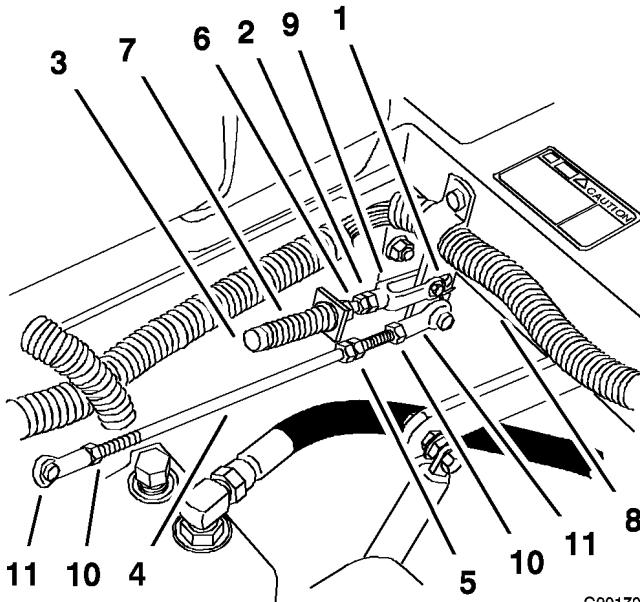

Figure 68
1. Desserrez les contre-écrous sur les rotules de la tige de commande de la pompe (Figure 68).
3. Réglez la longueur de la tige de pompe en tournant les doubles écrous dans le sens voulu, jusqu'à ce que la roue soit immobilisée ou tourne légèrement en marche arrière (Figure 68).
- Serrez les contre-écrous contre les rotules (Figure 68).